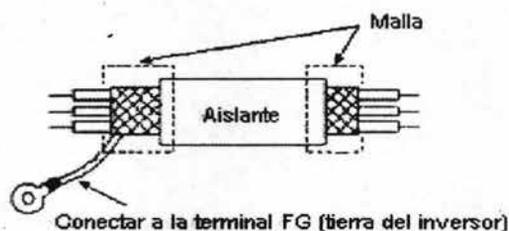

Figura 4.6 Cable blindado para las señales de control
- Utilizar un cable coaxial para las señales de control como se muestra en la figura 4.6.